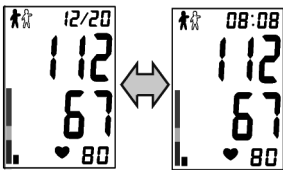

Fig. 12
4. Ein längeres akustisches Signal gibt das Ende der Messung an. Ein schnelles Luftablassen der Manschette erfolgt und auf dem Display erscheinen die Werte der Druckmessung und der Pulsfrequenzen. Außerdem erscheint als weitere Angabe die Messzeit. Gleichzeitig beginnt die Ikone 'Person' zu blinken, das den Bediener an das Speichern des gemessenen Wertes erinnert (Abb. 12).